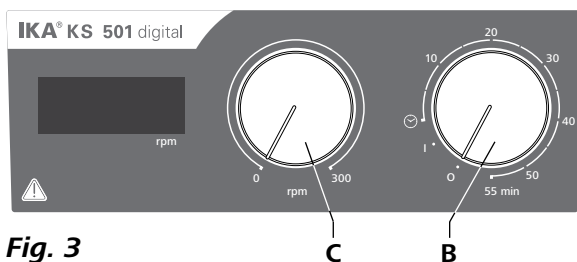

Fig. 3
- ☞ For at tænde for apparatet drej drejeknappen „Til/fra“ og „Timer“ (B, se Fig. 3) med uret til position „1“.
- ☞ For at slukke for apparatet drej drejeknappen „Til/fra“ og „Timer“ (B) til position „0“.
- ☞ Indstil motorens omdrejningstal med reguleringsknappen „Omdrejningstal“ (C, se Fig. 3). Motorens omdrejningstal kan sættes til 0 til 300 rpm.